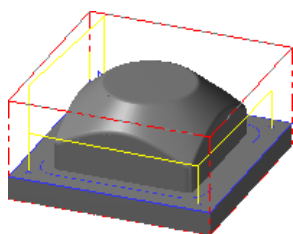

图 6.19 刀具路径
Step6. 单击“曲面精加工浅平面”对话框中的  按钮，同时在图形区生成图 6.19 所示的刀具路径。